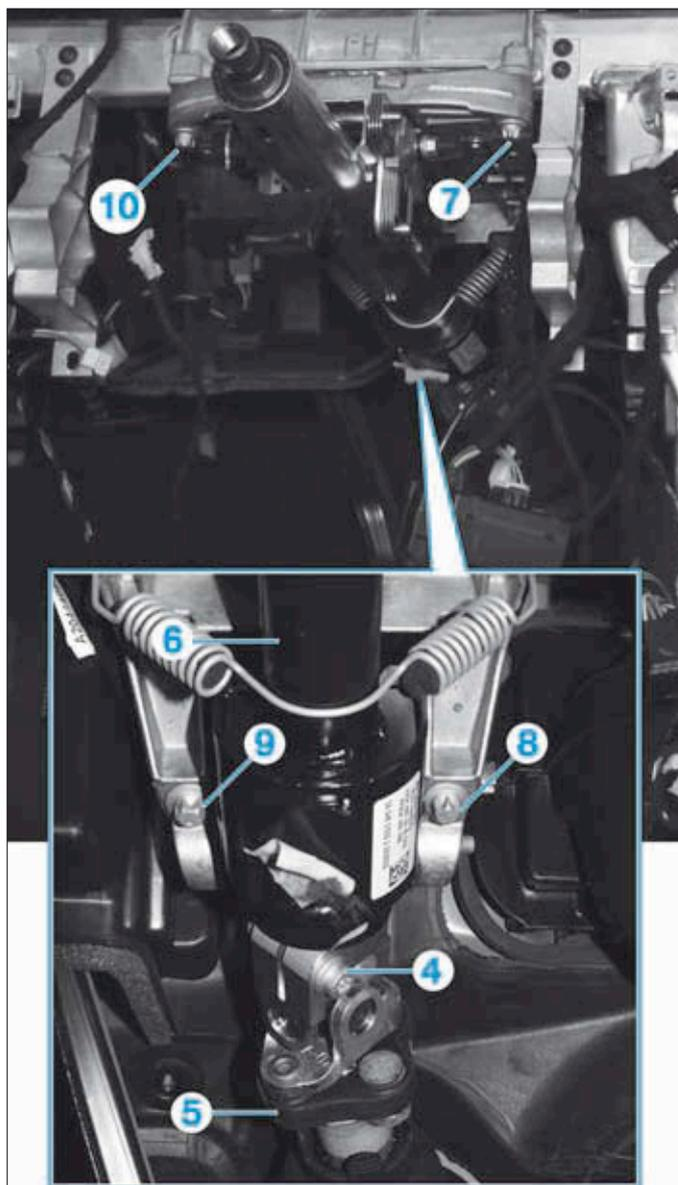

FIG. 6
- Déposer la vis (4) afin de désaccoupler l'arbre supérieur (5) de la colonne de direction (6) (Fig.6).
- Déposer les vis (7), (8), (9) et (10).